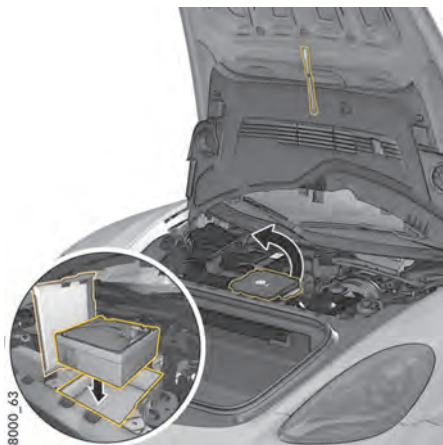

Fig 85 : Rangement du compresseur pour pneumatiques
1. Rangez le compresseur pour pneumatiques dans le coffre de rangement (Fig. 85)